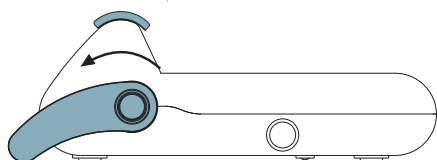

Fig.2
- 3▶ Puxe a alavanca de selagem até seu travamento, será emitido 1 bip (Fig. 2), dando início à selagem (6 segundos). Ao fim deste tempo, o LED ✓ se acenderá e 2 bips serão emitidos continuamente. **Obs.:** Após 5 minutos com a alavanca abaixada, a seladora será desligada.